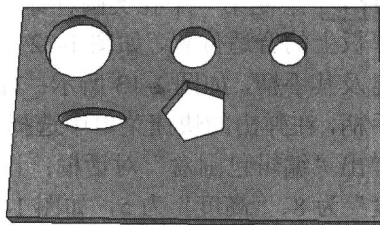

图 1-18 绘制孔类多棱体
Step11 绘制孔类多棱体。在“图素”设计元素库中选择“孔类多棱体”元素，放置于厚板的合适位置；右击包围盒的任意一个手柄，在弹出的快捷菜单中选择“编辑包围盒”选项，弹出“编辑包围盒”对话框；设置“长度”为 15（“宽度”自动为 12.99）、“高度”为 5，单击“确定”按钮，得到的孔类多棱体如图 1-18 所示。